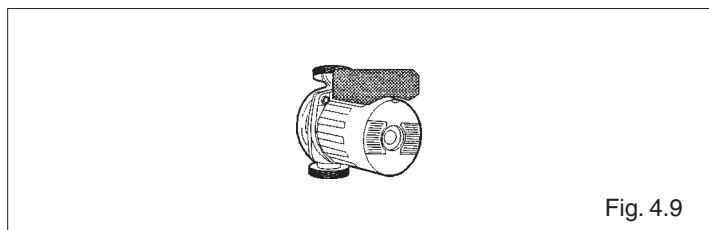

Fig. 4.9
- verificare la libera e corretta rotazione del circolatore (se presente) (fig. 4.9)